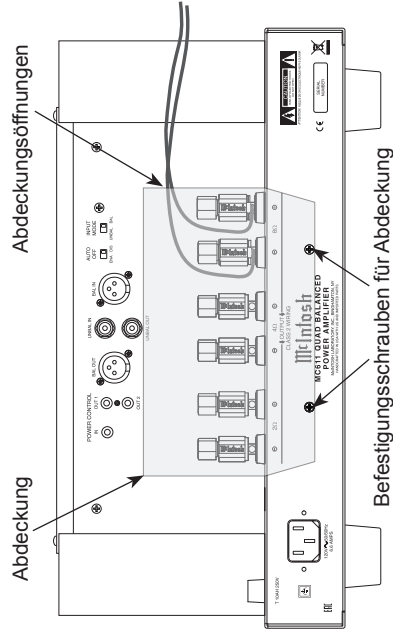

Abbildung 5
7. Nehmen Sie die Anschlussklemmen-Abdeckung aus dem Lieferkarton des MC611 heraus. Fädeln Sie die gerade vorbereiteten Lautsprecherkabel durch die Öffnung auf der rechten Seite der Abdeckung. Siehe Abbildung 5.
9. Bringen Sie die Anschlussklemmen-Abdeckung wieder an der Rückwand des MC611 an, indem Sie dazu die vier Befestigungsschrauben verwenden. Siehe Abbildung 5.